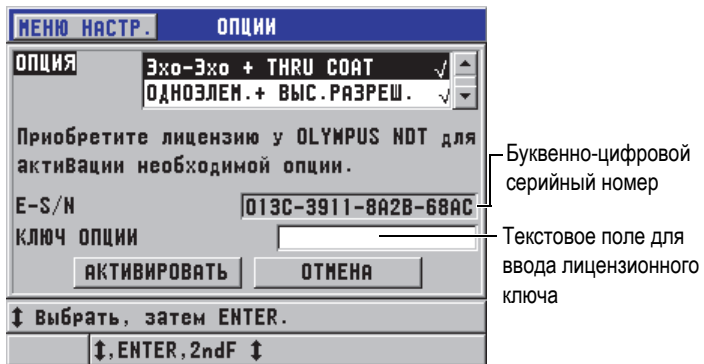

Рис. 6-1 Экран ОПЦИИ
2. В окне **СПЕЦ.МЕНЮ** (см. Рис. 4-2 на стр. 55) нажмите **ОПЦИИ** (см. Рис. 6-1 на стр. 83); 16-значный буквенно-цифровой серийный номер расположен в поле **E-S/N**.
4. В диалоговом окне **ОПЦИИ** (см. Рис. 6-1 на стр. 83):